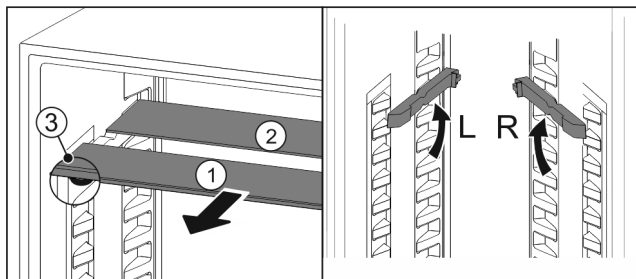

Fig. 145
- Trekk glassplatene enkeltvis fremover og ut Fig. 145 (1).
- Glassplate Fig. 145 (1) med pyntelist ligger foran.
- Stoppere Fig. 145 (3) peker nedover.